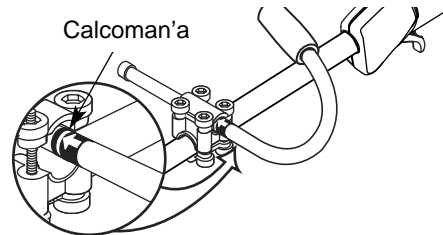

Fig. 3
5. Deslice la manija en J hacia dentro o hacia fuera hasta que la flecha o l'nea blanca de la calcoman'a toque el ensamble de abrazaderas (Fig. 3).